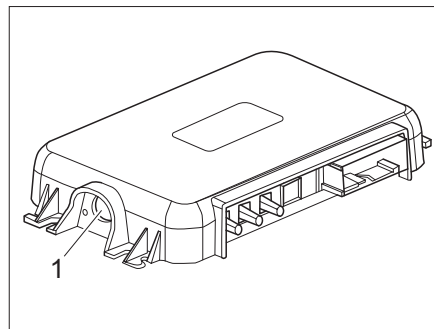

Bild 280 Kopplungstaste am SCU
- Kopplungstaste des SCU (Bild 280,1) drücken.